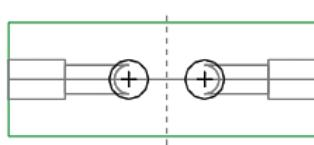

图 15.29 截面草图
(3) 绘制截面草图。选取 MAIN_PARTING_PLN 基准平面为参考平面，绘制图 15.29 所示的截面草图（使用投影命令）；完成截面的绘制后，单击“草绘”操控板中的“确定”按钮 **√**。
(4) 设置深度选项。
① 在操控板中选取深度类型 (到选定的)。